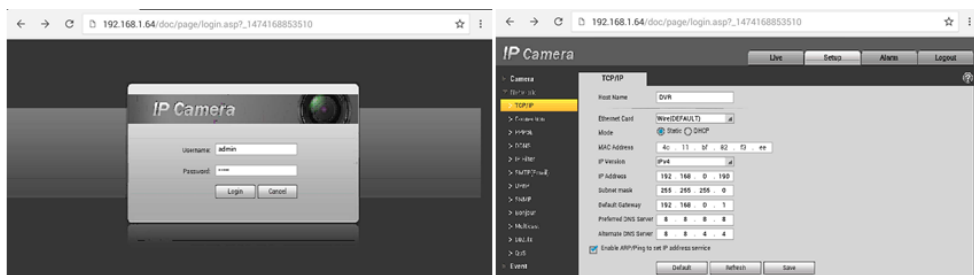

Рис. 21 WEB интерфейс IP-видеокамеры HIKVISION через браузер
- 3) В строке поиска введите IP-адрес видеокамеры и нажмите «ОК» на виртуальной клавиатуре. Если все сделано правильно, вы попадете в WEB-интерфейс IP-видеокамеры (рис.21), где потребуется ввести логин и пароль (обычно admin/admin для большинства видеокамер), указанные на наклейке, на видеокамере, на коробке из-под нее или в инструкции.